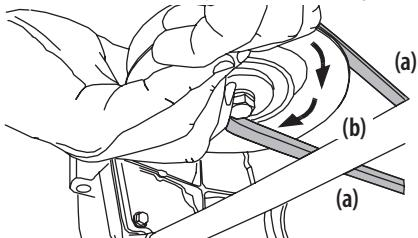

Figura 35
- Mientras sostiene la correa de la PTO (a) hacia abajo, siga girando la polea de la PTO (b) hasta que la correa de la PTO (a) se deslice fuera de la polea (b). Consulte la Figura 35.
8. Tire del lado derecho de la correa de la PTO hacia atrás y coloque el lado V angosto de la correa de la PTO en la polea de la PTO. Consulte la Figura 35 en la página 59.
9. Mientras sujetá la correa de la PTO y la polea de la PTO juntas, gire la polea de la PTO hacia la izquierda (consulte la Figura 35 en la página 59). Siga sosteniendo y rotando la polea de la PTO y la correa de la PTO hasta que la correa de la PTO se enrolle totalmente en la polea de la PTO.